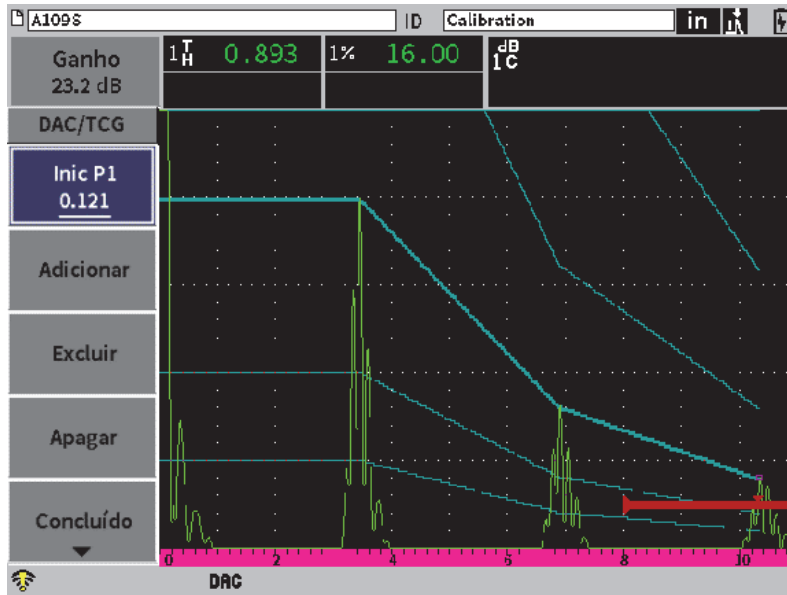

Figura 11-16 Curvas JIS
4. Ajuste o valor de ganho inicial 1 e use o botão **Adicionar** para adicionar pontos e construir a curva DAC desejada (veja Figura 11-16 na página 195).